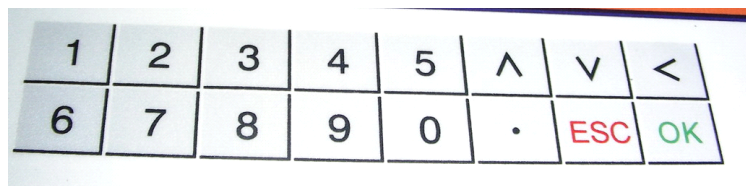

图 3 按键
- (1) 区域 1 是试验接线区，所有的试验接线都在该区域完成
- (2) 区域 2 是电流通道保险，每个电流通道都装有 0.2A 的保险管
- (3) 面板的右边是 12.1 寸触摸显示屏，可以通过触摸屏完成对仪器的所有控制。
- (4) 右下方展示了仪器的面板键盘，接盘结构如图 3 所示，详细的按键功能如下。